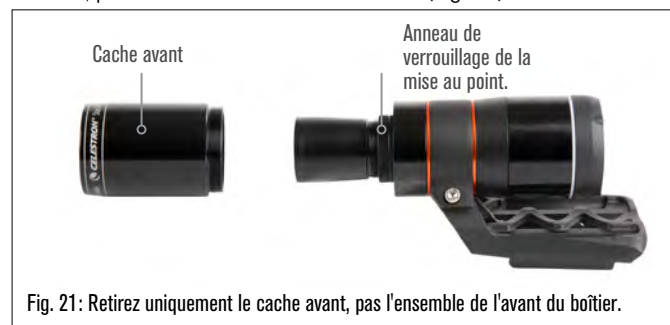

Fig. 21: Retirez uniquement le cache avant, pas l'ensemble de l'avant du boîtier.
3. Si la mise au point est nette, vous avez terminé. Si ce n'est pas le cas, retirez le capot avant du SSAG en le faisant tourner dans le sens antihoraire jusqu'à ce qu'il se détache. Retirez uniquement le capot avant, pas l'ensemble de l'avant du boîtier (Fig. 21).